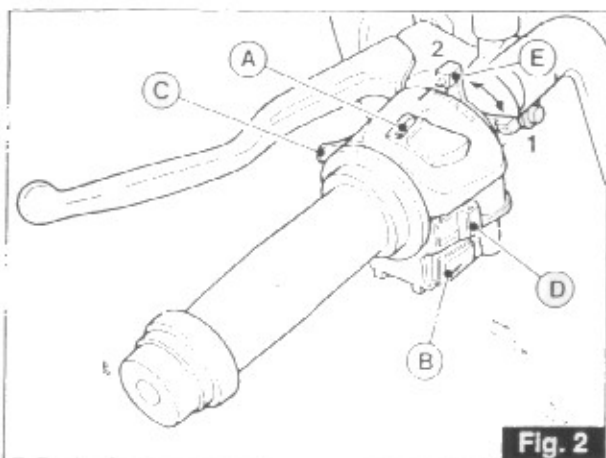

Fig. 2
Interruttore «A» (lights) (fig. 2)
Light switches (figs. 2 and 3)
Switch «A» (lights) (fig. 2)
Pulsante per avvisatore acustico, passing e interruttore comando lampeggiatori (fig. 2)
■ se il motore è freddo portare la levetta «F» «CHOKE» in posizione di avviamento «1» (vedi fig. 2);
Leva comando «Choke» («E» di fig. 2)
Horn button, passing and direction indicators (fig. 2)
■ if the engine is cold, put the «CHOKE» control «E» in the starting position «1» (see fig. 2);
«CHOKE» control («E» in fig. 2)